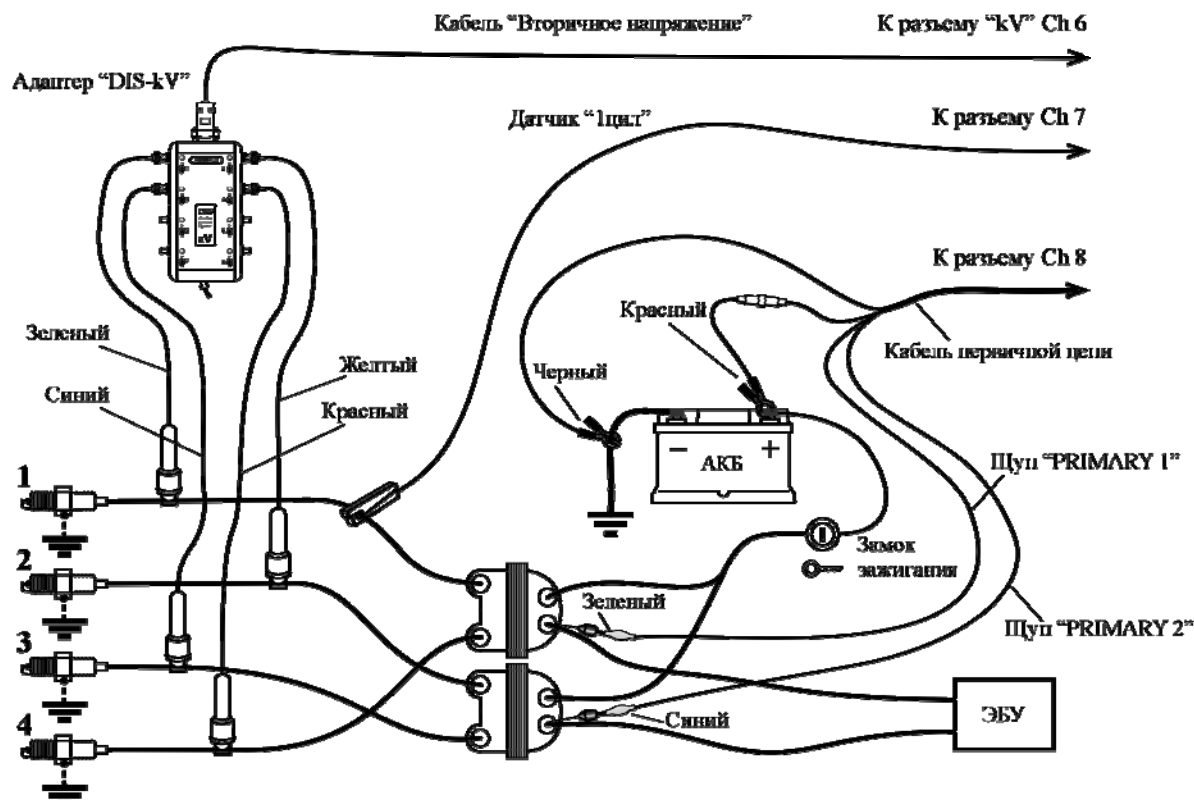

Рис. 16. Схема подключения мотор-тестера к а/м с системой зажигания DIS.
4. Установите датчик «1 Цил» на один из высоковольтных проводов, имеющих **отрицательную полярность** сигнала высокого напряжения, сориентировав его **по стрелке** по направлению к свече зажигания, рис. 16.